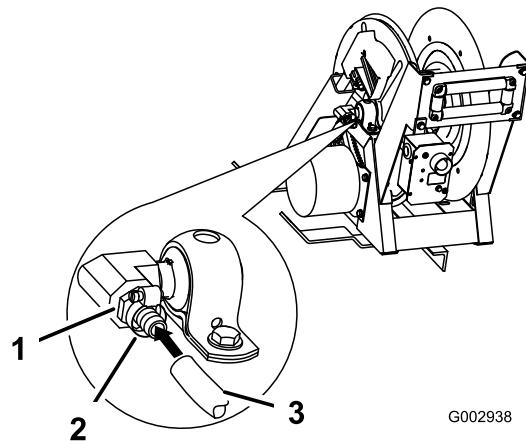

Figura 32
20. Avvolgete del nastro di Teflon in senso antiorario attorno ai filetti del raccordo dentellato (3/4 poll.) e montatelo nell'orifizio di entrata sul fianco dell'avvolgitubo (Figura 32).
22. Collegate il gruppo flessibile al raccordo sull'avvolgitubo (Figura 32) e fissate entrambe le estremità con due piccole fascette stringitubo.